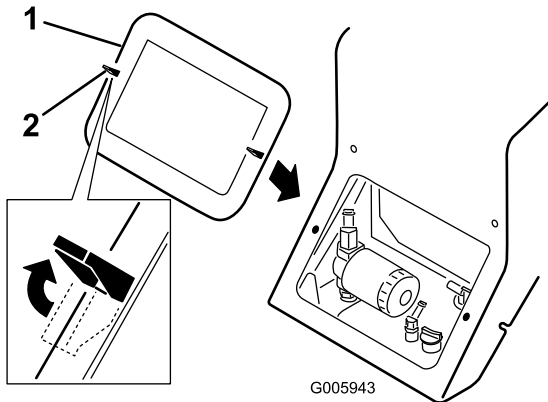

Bild 25
3. Lösen Sie die zwei Blockierungen (Bild 25 oben, linke Zunge ist abgebildet).